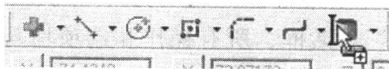

图 1-26 拖放位置
- 4) 拖动鼠标至“草绘”工具栏处, 当光标出现图 1-26 所示的状态时松开鼠标左键。